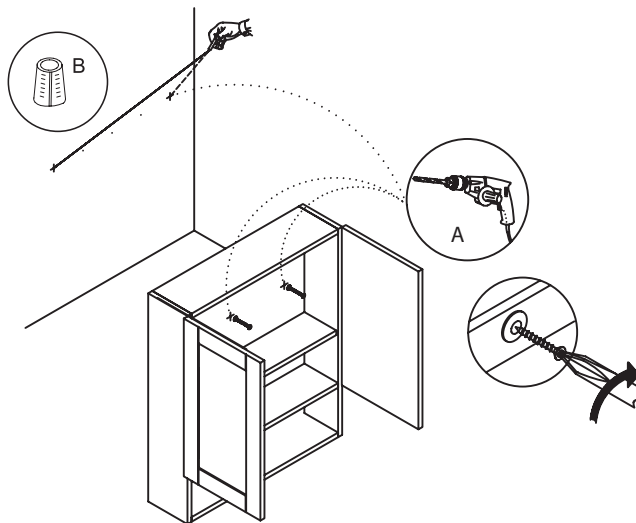

Figura 1
**2:** Ubique el gabinete en la posición correspondiente. **NOTA:** Se recomienda instalar el gabinete de pared sobre al menos un montante de pared. Para localizar los montantes de pared, puede utilizar un detector de montantes o dar golpecitos en la pared hasta encontrar un punto que suene a superficie maciza. Si no localiza ningún montante de pared, se recomienda utilizar anclas de expansión (B - no incluidas) para fijar el gabinete de pared. Figura 1.
**3:** Fije el gabinete a la pared mediante la inserción de (x 4) tornillos de 2" con (x 4) arandelas a través los rieles posteriores del gabinete. Figura 1.